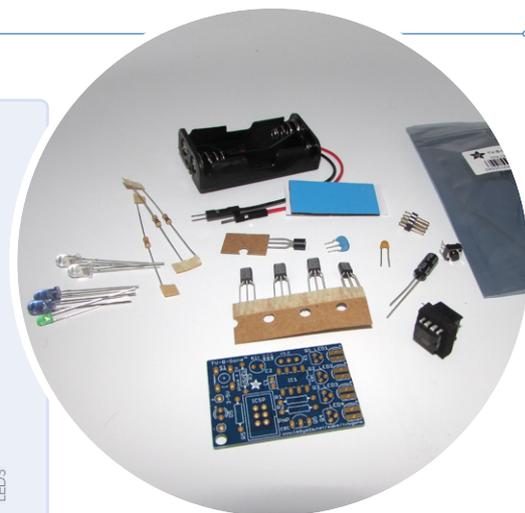

Bild 2. Inhalt des Bausatzes.
**Bild 2** zeigt den Inhalt des Bausatzes. Überprüfen Sie zunächst anhand der Liste auf der Adafruit-Website, ob alle Bauteile in der Tüte sind. Beachten Sie, dass es verschiedene Versionen der Stückliste gibt! Wir haben die Version V1.2 getestet; die Versionsnummer ist auf beiden Seiten der Platine aufgedruckt. Anhand der Anleitungen und Fotos im Abschnitt *Solder It!* auf der Adafruit-Website ist es einfach, den Bausatz zusammenzubauen. Erfahrene Bastler werden diese Anleitung wahrscheinlich überspringen und einfach direkt anfangen zu löten. Der Bau ist wirklich nicht schwierig. Aber für die weniger erfahrenen Baumeister unter uns gilt: einfach der Anleitung folgen!